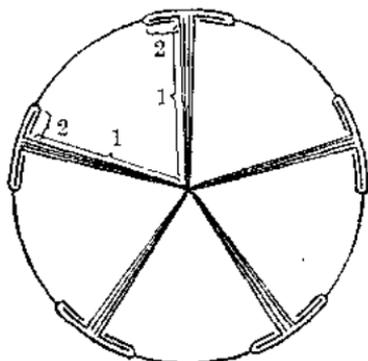

图 24
a. 包绝缘纸 先把转子的五极绕线圈的部分，检查一遍，看它的棱角是否都锉光了。然后用绝缘纸（透明玻璃纸或牛皮纸，质较韧的纸均可用）剪成宽约 15 毫米的长条，分别把每一极包扎好，包绝缘纸处如图 24 所示。极缘外面不可包纸，以免减小空隙，影响转子转动。做到每处至少包上两层